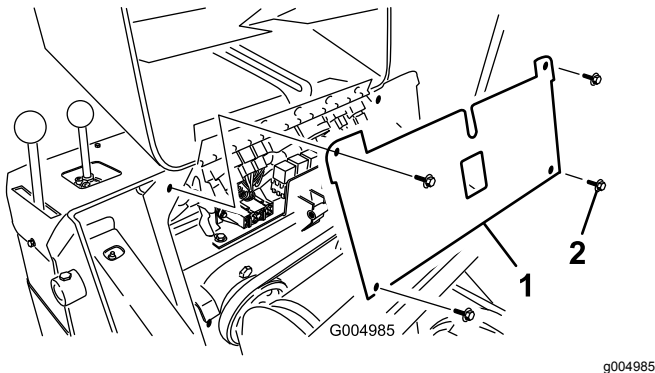

Bild 42
5. Nehmen Sie die vier Schrauben ab, mit denen die Sicherungsabdeckung befestigt ist, und ziehen Sie die Abdeckung dann heraus und nach oben, um sie abzunehmen (Bild 42).